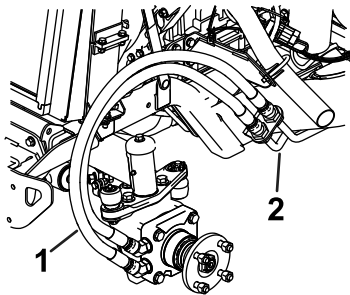

Figura 2
1. Remova os tubos hidráulicos existentes das linhas hidráulicas em frente da roda e instale imediatamente as tampas nas linhas hidráulicas (Figura 2 e Figura 3).